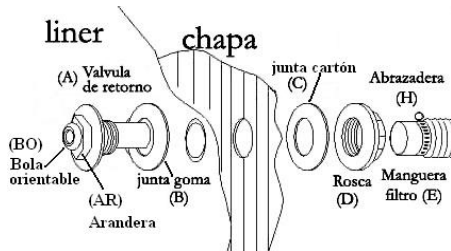

fig. 32
- 3) En la válvula de retorno (A), se coloca la junta de goma (B) una vez colocadas las juntas se introduce en el agujero cortado, desde dentro hacia fuera, cortar el trozo de liner que asoma por el exterior.
- 4) Colocar la junta de cartón (C) por fuera de la piscina y apretar firmemente con la rosca (D), insertar la manguera de retorno (E), que va desde la toma de salida del depurador hasta la válvula de retorno (A) y sujetarla con la abrazadera (H).
Para un mejor filtrado le aconsejamos que oriente el chorro del agua, para lo cual, tendrá que aflojar la arandela (AR) (fig. 32), mueva la bola orientable (BO) hacia uno de los lados de la piscina y ligeramente hacia arriba y vuelva a apretar la arandela (AR). De esta forma las impurezas serán dirigidas hacia el skimmer.